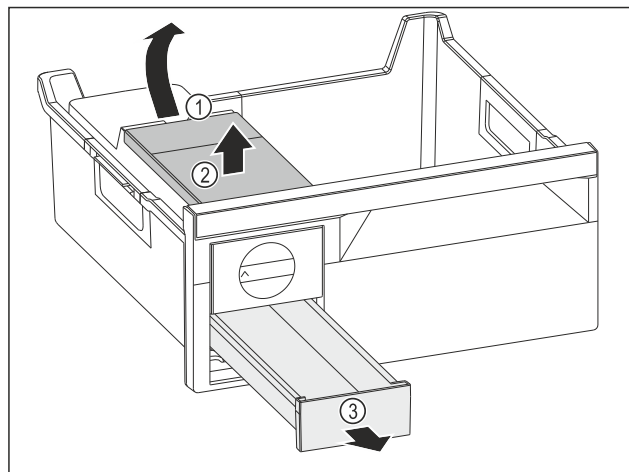

Fig. 110
- ▶ Udtagning af vandtank: Løft vandtanken i udsparringen Fig. 110 (1).
- ▶ Tag vandtanken Fig. 110 (2) op og ud.
- ▶ Tag isterningskuffen Fig. 110 (3) frem og ud.